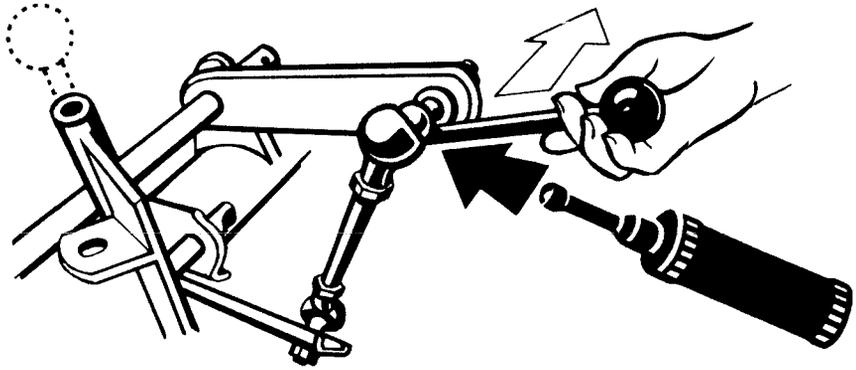

Fig. 9.1
2. **Nettoyer** et **graisser** les **rotules** de la tringle d'encrabotage à intervalles réguliers après les avoir dévissées (Fig. 9.1)(à l'aide de la tringle de commande).